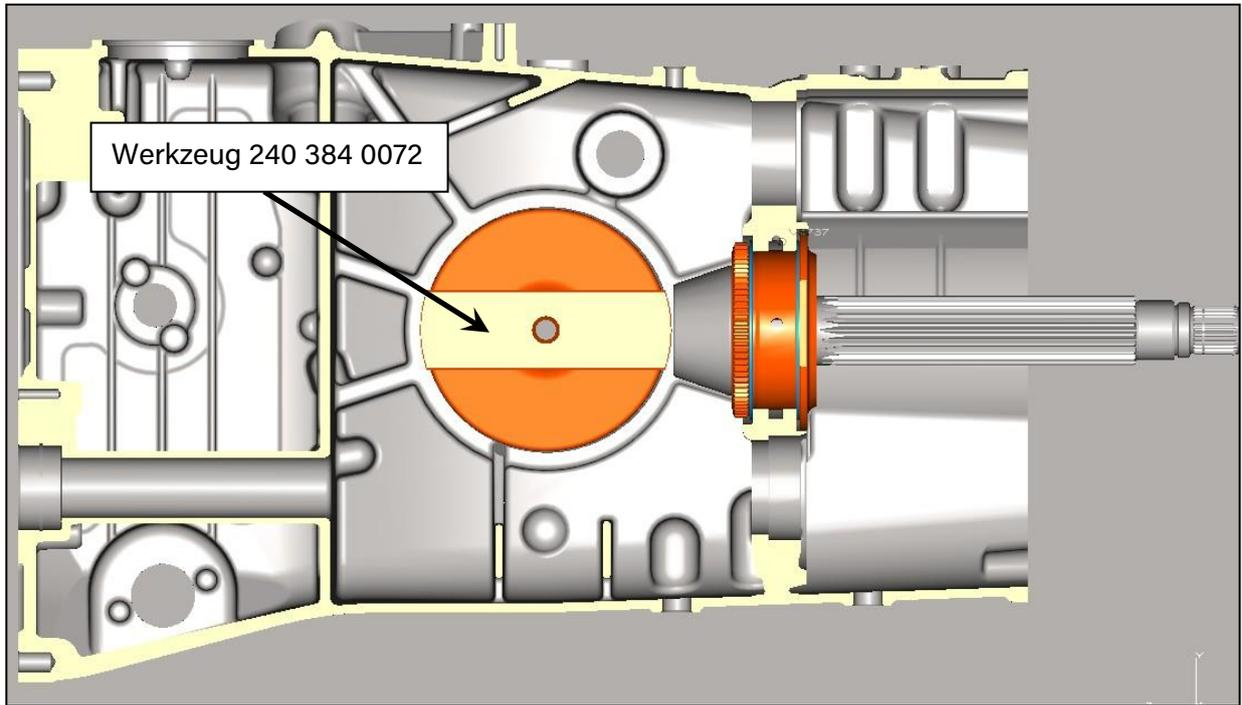

Bild 8
- Das Werkzeug 240 384 0072 in den Differentialagersitz des Getriebegehäuses einlegen (Bild 8). Von der Außenseite mit der Platte 240 384 0073 und der Schraube 100 054 0305 befestigen.